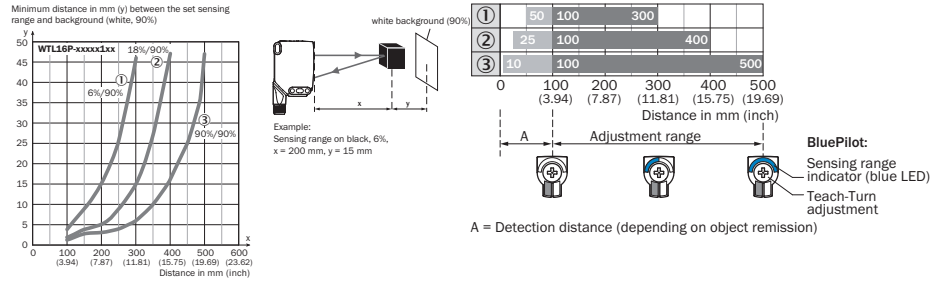
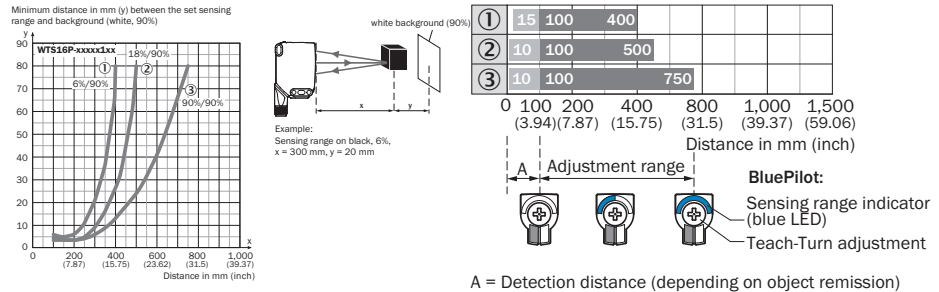

Рисунок 114: Характеристика 1, WTL16P-xxxx1xx, красный свет
Рисунок 115: Характеристика 1, WTS16P-xxxx1xx, красный свет
Проверить условия применения: скорректировать расстояние срабатывания и дистанцию до объекта / фона, а также яркость объекта с помощью соответствующей диаграммы [см. рисунок 114, рисунок 115] (x = расстояние срабатывания, y = минимальные расстояния между установленным расстоянием срабатывания и фоном (белый 90 %)). Коэффициент диффузного отражения: 6 % = чёрный ①, 18 % = серый ②, 90 % = белый ③ (относительно стандартного белого по DIN 5033). Мы рекомендуем выполнять настройку с объектом, имеющим низкий коэффициент диффузного отражения.
Минимальную дистанцию ($= y$) для подавления заднего фона можно определить по диаграмме [рисунок 114 ①] следующим образом: